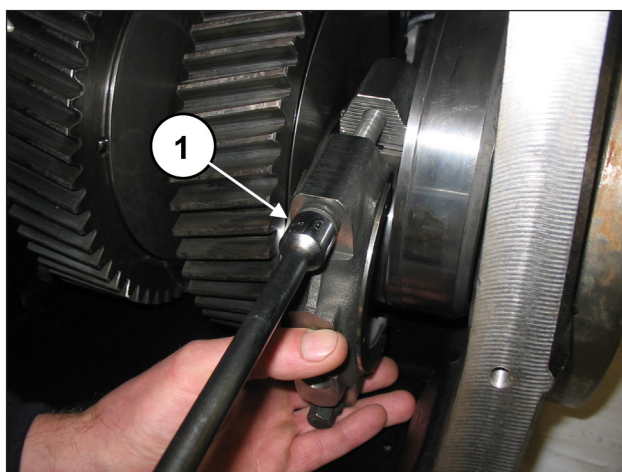

Fig. 84
Fissare i cappelli alle semibielle mediante le viti M12x1.25x87 (pos. ①, Fig. 84).